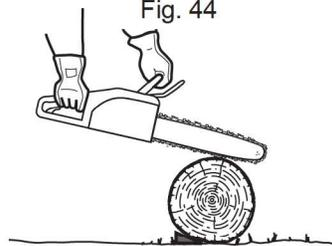

Fig. 45
- > Si el diámetro de la madera es lo suficientemente grande como para que pueda insertar una cuña de tronzado suave sin tocar la cadena, debe utilizar la cuña para mantener el corte abierto y así evitar pellizcos (Fig. 45).